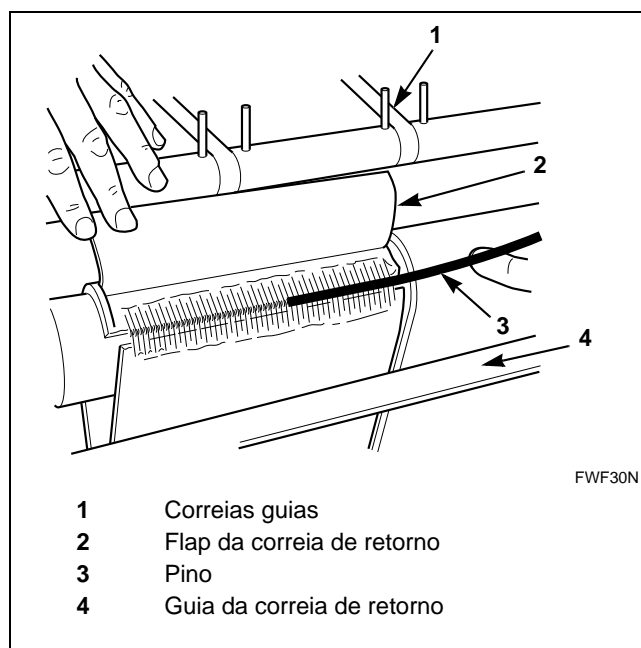

Figura 31
7. Remova o pino dos dentes da correia de retorno. Consulte *Figura 31*.